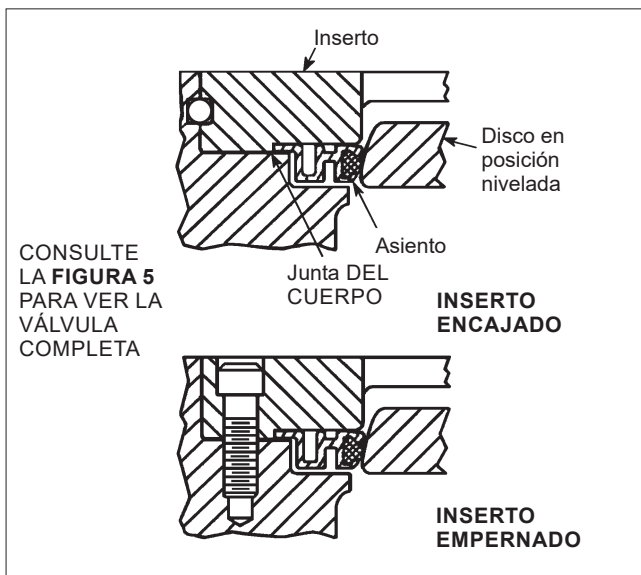

Figura 10.
9. Se debe colocar una junta del cuerpo (40) entre la cola del asiento y el cuerpo, como se muestra en la **figura 10**. La válvula utiliza una junta plana de tipo grafito. Se instala de acuerdo con los siguientes pasos: